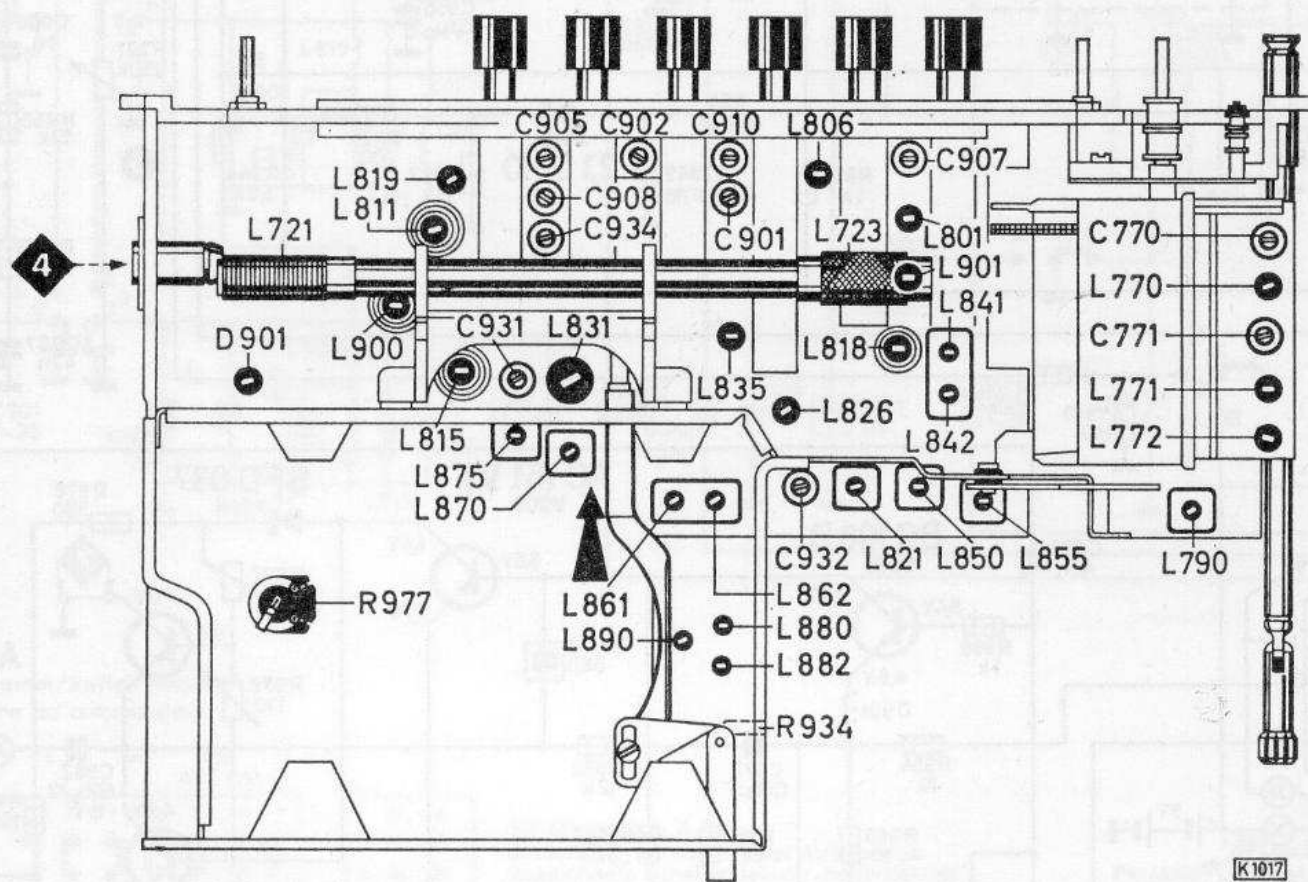

Fig. 3
- 6.5 Den Ruhestrom ca. 1 Minute nach dem Einschalten des Gerätes mit dem Einstellregler R 977 (Fig. 3) auf $4 \text{ mA} + 20 - 10 \%$ einstellen.
Achtung! Beim Abgleich des MW- und LW-Vorkreises auf dem Wellenschalter muß der Umschalter, Fig. 3, in Pfeilrichtung geschaltet sein.
- 6.5 Approx. 1 minute after switching on set, set zero signal current via adjuster R 977 (fig. 3) to $4 \text{ mA} + 20 - 10 \%$.
Attention! When aligning the MW and LW pre. circ. on the waveband switch the conversion switch, fig. 3, must be switched in direction of the arrow.
5) Ein AM-Signal, 400 Hz, 30 % moduliert, soll eine Ratiospannung von 1,4 V erzeugen. Dann mit R 934 ein Spannungsminimum am Outputmeter einstellen, Fig. 3.
5) An AM signal, 400 Hz. 30 % modulated, must produce a ratio voltage of 1.4 V. Adjust a voltage minimum at the outputmeter by means of R 934, see fig. 3.